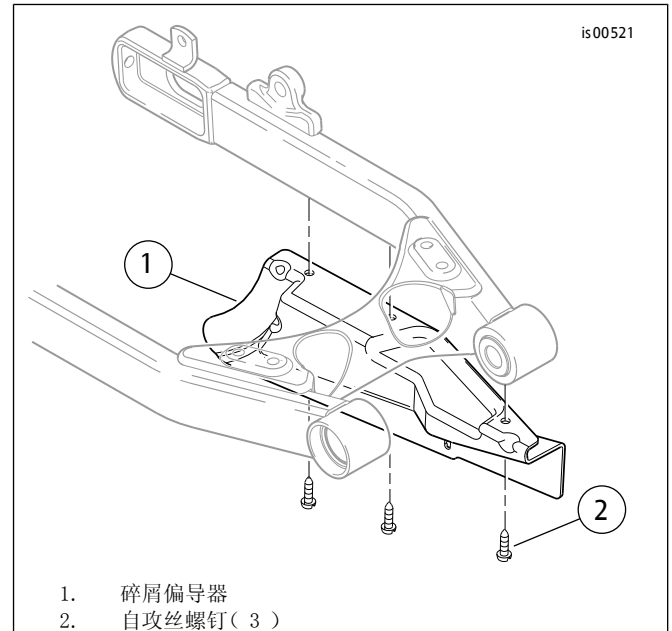

图1. 拆卸碎屑偏导器
2. 参见图1。拆下三个自攻丝螺钉(2)，从摩托车上拆下碎屑偏导器(1)。